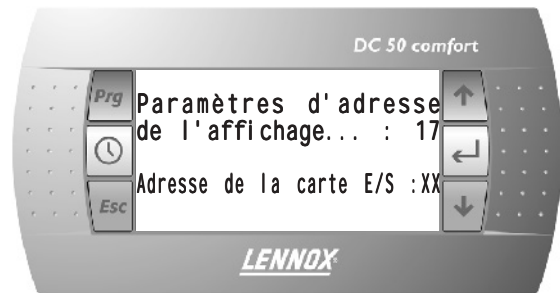

Fig. 30
REMARQUE : Pour accéder au menu d'adresse de la carte, il faut passer directement au bas du premier écran (illustré à la **fig. 30**) sans changer l'adresse du terminal, comme cela est indiqué ci-dessus.
- Appuyer sur la touche ← jusqu'à ce que le curseur s'affiche dans le champ "Adresse de la carte E/S :XX". **fig. 30**